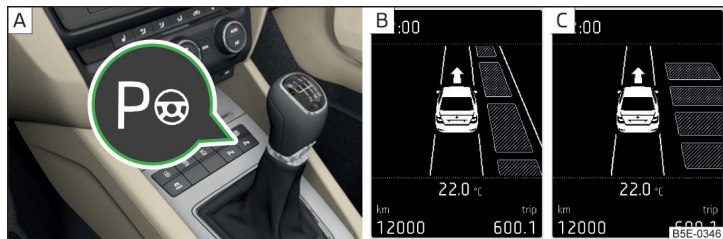

Fig. 164 Touche système/affichage sur le visuel
- Le processus de stationnement peut être interrompu à tout moment en appuyant sur la touche de symbole  » fig. 164 à la page 154 ou en effectuant une manœuvre.
Le système peut être activé ou désactivé en appuyant sur la touche de symbole  » fig. 164 à la page 154.
- Appuyez une fois sur la touche symbole **P** » fig. 164.
S'affiche alors sur le visuel » fig. 164 - **B**.
- Appuyez deux fois sur la touche-symbole **P** » fig. 164.
S'affiche alors sur le visuel » fig. 164 - **C**.
- Appuyez **une fois** sur la touche symbole  » fig. 164 à la page 154.